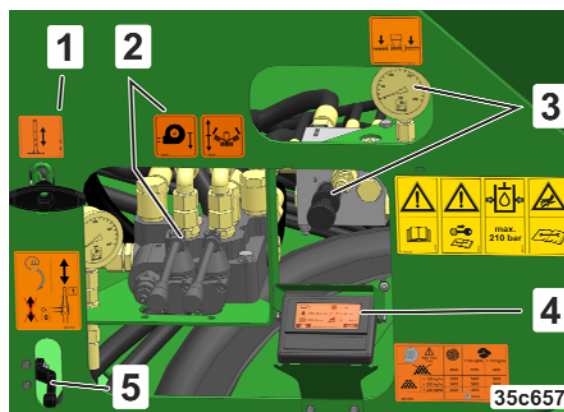

Fig. 39
- Cablu de întindere a reazemului de parcare (Fig. 39/1)
- Elemente de operare a sistemului hidraulic de bord (Fig. 39/2)
- Elemente de operare a presiunii de reglare a brațelor în consolă (Fig. 39/3)
- În legătură cu ISOBUS, TwinTerminal (Fig. 39/4)
- Elemente de operare a rabatării afânătoarelor de urmă (Fig. 39/5)